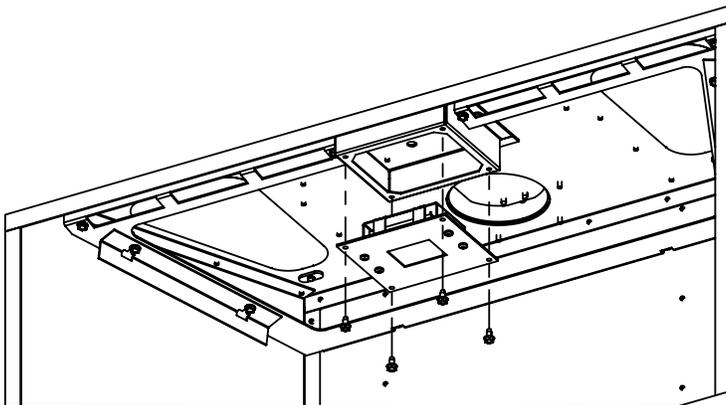

Figure 26: Suppression de la Lumière en Haut
4. Retirez l'ensemble de l'éclairage supérieur en retirant quatre (4) vis à l'aide d'une douille 5/16 (voir la Figure 26).